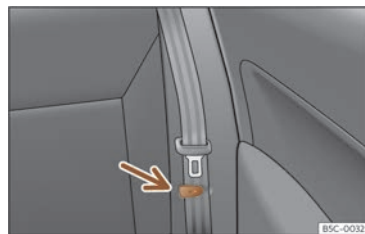

Fig. 98 Asiento trasero: pinza para sujetar el cinturón de seguridad.
- Coloque los cinturones de seguridad laterales en la pinza del revestimiento >>> **fig. 98**.